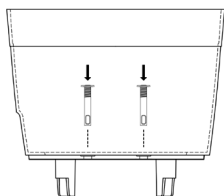
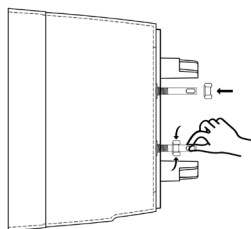

Abbildung 6
Abbildung 7
3. Stecken Sie die Dochthalter von oben in die dafür vorgesehenen Löcher im Erdbehälter, so dass die Dochthalter unten heraushängen (siehe Abb. 6 am Beispiel Boum Topf 13 L Pro). Fixiere die Dochthalter von unten mit den entsprechenden Muttern (siehe Abb. 7).